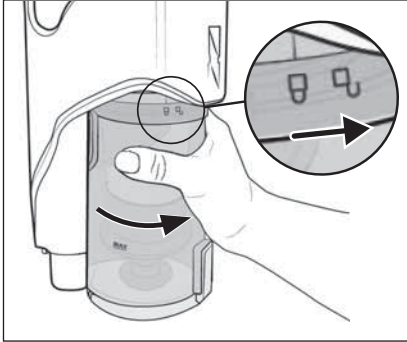

Fig. 23
- 8) Reinscrivere il contenitore di raccolta della polvere **6** nell'apparecchio e ruotarlo in direzione del simbolo  (chiudere) fino a quando non si innesta saldamente nell'apparecchio (vedere fig. 23).